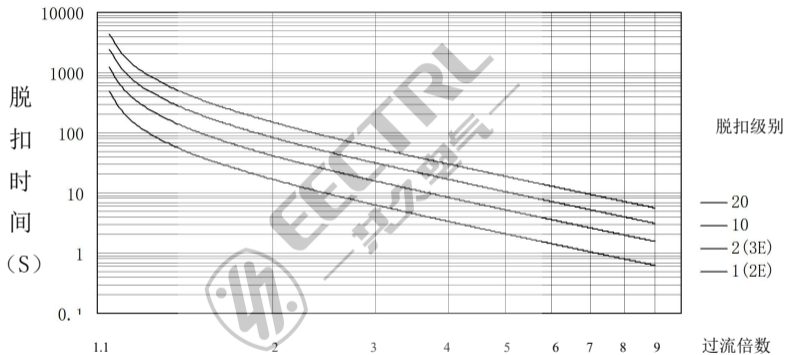

图4 时间-电流特性曲线
3.3.2 **过载设置**：实际电流 7.2 倍于电流整定值所对应的脱扣时间。在反时限功能中，即脱扣级别，可调范围为 1~4，参看图 4。
负载过电流且持续时间达到由脱扣级别选择的 1~4 级曲线(如图 4 所示)中某一曲线及负载电流与电流整定值之比值所规定的时间时,过载保护器自动脱扣,5 分钟后自动复位。脱扣后过载保护器显示最大相的电流值。过流时间整定误差 $\pm 50\%$ 。